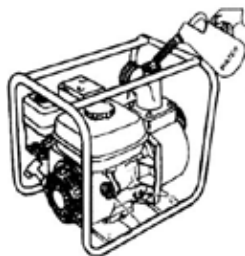

рис.5
3.4 Заполнение насоса водой см. рис.5
- заполнить насос, используя вспомогательную ёмкость, как показано на рис.5.